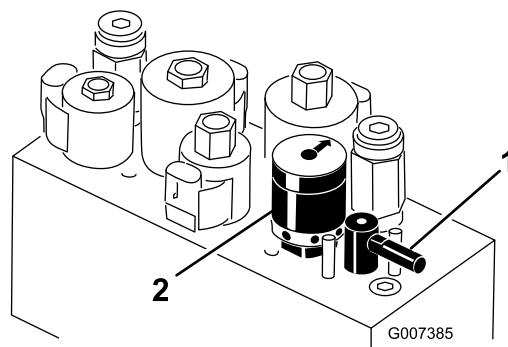

Figura 57
5. Girate la leva di lappatura in posizione "R" (Figura 57).
6. Girate il comando di velocità dei cilindri in posizione 1 (Figura 57).